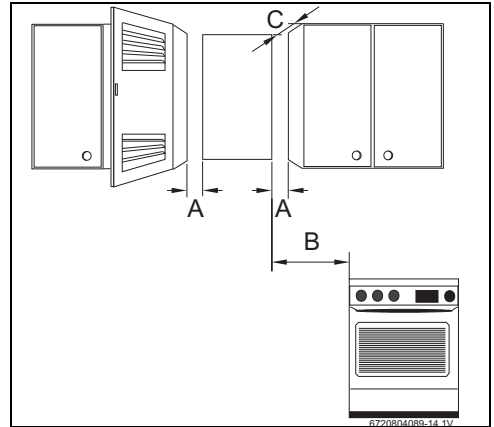

Fig. 20 Distâncias mínimas
- ▶ Respeitar as medidas mínimas de instalação indicadas na Fig. 20.
- ▶ Assegurar o bom acesso nos trabalhos de manutenção, respeitando as distâncias mínimas indicadas na Fig. 20.